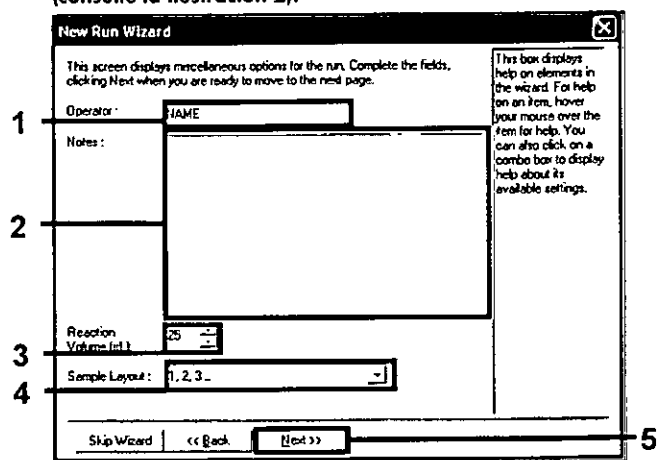

Ilustración 2. Introducción del nombre del usuario y los volúmenes de reacción.
- Introduzca el nombre del usuario. Añada las notas que desee e introduzca el volumen de reacción como 25. Asegúrese de que "Sample Layout" (Disposición de muestras) indica "1, 2, 3...". Haga clic en "Next" (Siguiente) (consulte la ilustración 2).